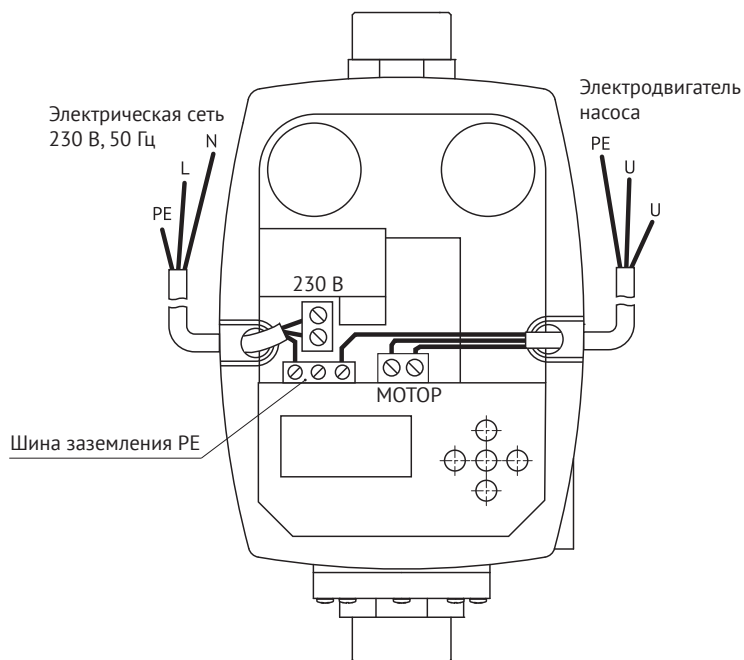

Рис.5. Электрическая схема подключения
2. Подключите фазную (L) и нулевую (N) жилы сетевого кабеля с вилкой к клеммной колодке «230 В» инвертора (см. рис. 5). Заземляющую жилу (PE) подключите к
- Подключите фазную (L) и нулевую (N) жилы кабеля насоса к клеммной колодке «МОТОР» инвертора (см. рис. 5). Заземляющую жилу (PE) подключите к шине заземления.